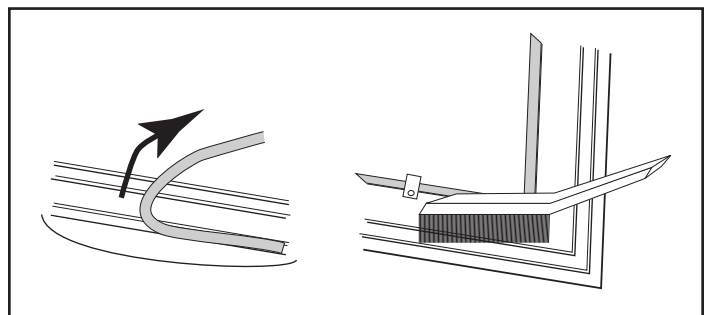

Figure 3.4 - Enlevez la joint et après, nettoyez le canal à l'aide d'une brosse à fils.
1. Pour enlever la joint existante, prenez-la par un extrême et tirez-la fermement. (Figure 3.4)
- Utilisez une brosse à filets ou la pointe d'un tournevis pour nettoyer le canal et enlever les traces de béton et les pièces de la joint. Enlevez les dépôts tenaces de béton à l'aide d'un ciseau froid si nécessaire. (Figure 3.4)